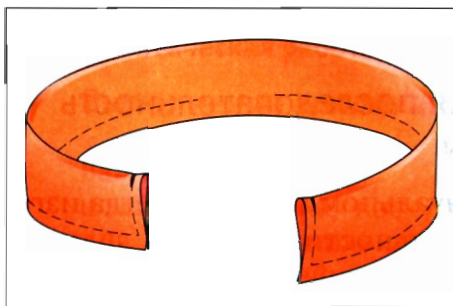

Рис. 37. Стачивание пояса
*Обработка мягкого пояса.* Сложить деталь пояса вдоль пополам лицевой стороной внутрь. Проложить машинную строчку по линиям шва, сначала по короткой, а затем по длинной стороне до середины детали. Выполнить закрепки. Выполнить те же действия, начиная с другой, короткой, стороны. Строчку закончить, не доходя 2 см до предыдущей строчки. Срезать припуски шва (рис. 37).